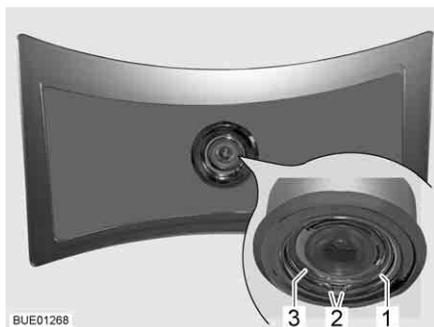

Fig. 210 Plafonnier
- Presser la rondelle élastique (Fig. 210,1) par ses deux extrémités (Fig. 210,2) et la retirer.
- Extraire le boîtier (Fig. 210,3) avec la DEL de la lampe.